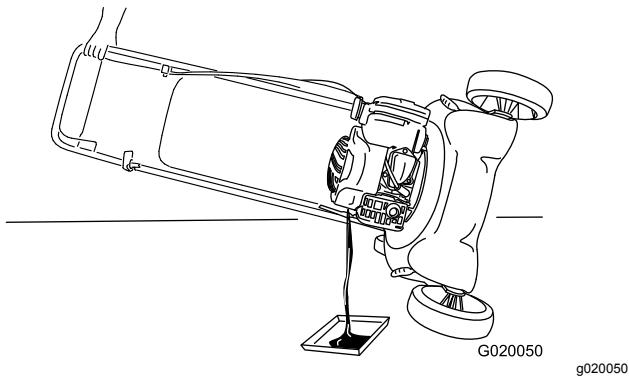

Figura 21
4. Inclinete la macchina sul fianco (di modo che il filtro dell'aria si trovi in alto) per scaricare l'olio usato attraverso il tubo di riempimento (Figura 21).